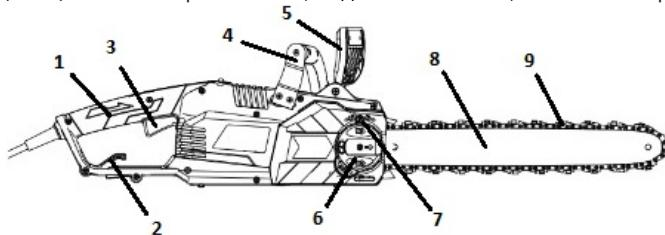

Рисунок 1
піляльної гарнітури у складі шини (9), піляльного ланцюга (10), систем натягування (7,8) та автоматичного змащування ланцюга; однофазного колекторного двигуна з подвійною ізоляцією, який встановлений по «подовжній» схемі – вісь двигуна паралельна вісі виробу, при цьому рух на приводну шестерню ланцюга передається під кутом 90° через конічний редуктор; системи зчленення з відцентровою муфтою та гальмами, – згідно рис. 1.
4.1.1 Для увімкнення виробу натисніть на кнопку блокування від випадкового вимикання (розташована з лівого боку основної рукоятці), а потім на важіль перемикача (3) (рисунок 1). Для відключення виробу слід важіль відпустити.